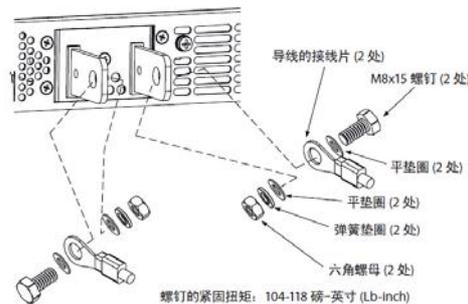

图 3-3 负载线连接，6V-60V 机型
关于连接负载线和电源汇流总线，请参照图 3-3。
3. 将裸线插入端子并拧紧螺钉（见图 3-3）